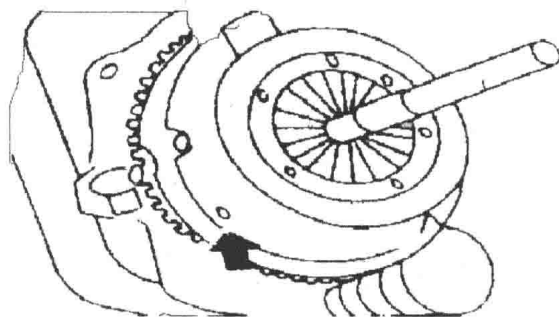

图 1-20 离合器从动盘的定位
(1) 用专用工具将飞轮固定。
(2) 用专用工具将离合器从动盘定位于飞轮和压盘中心,如图 1-20 所示。装上紧固螺栓,并用 $25 \text{ N} \cdot \text{m}$ 的力矩对角分 2~3 次拧紧。